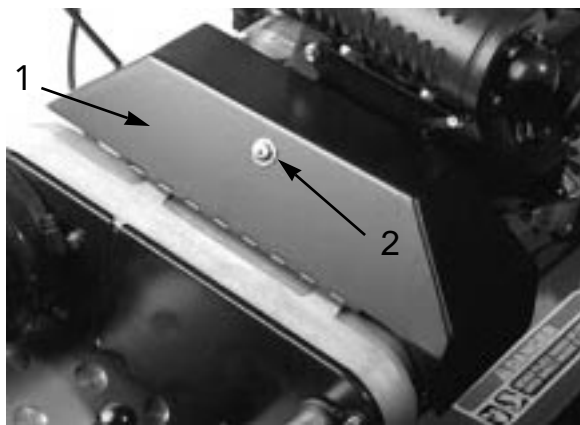

図 40
2. Vベルト・カバーのリテーナをゆるめ、カバーを開く (図40)。